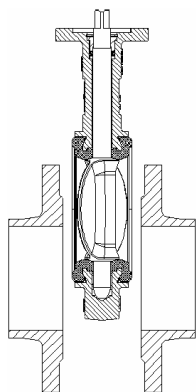

Рис. 3
- заслонка устанавливается между фланцами без трудности и без повреждений футеровки (см. рис. 3). Если расстояние между фланцами недостаточное, дополнительно используйте фланцевую распорку;